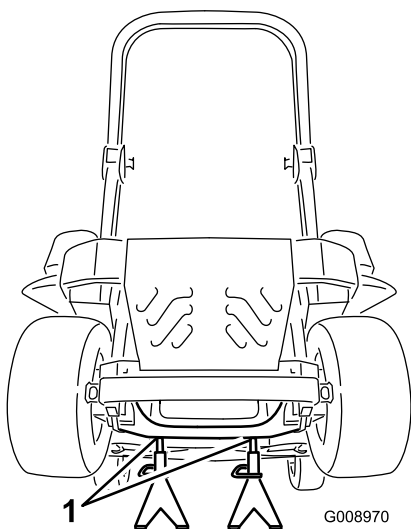

Figura 82
3. Sollevate la macchina e sostenetela su cavalletti (Figura 82).
9. Rimuovete i cavalletti metallici e abbassate la macchina (Figura 82).